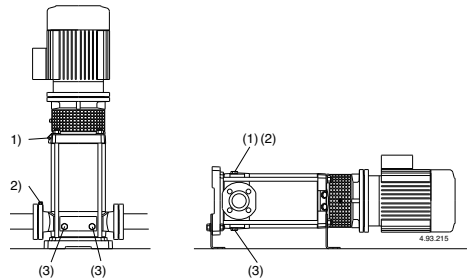

Fig. 3 (1) Llenado y purga
Con la **bomba por encima del nivel de agua** a elevar, (funcionamiento en aspiración, (Fig. 2A), o con una carga insuficiente, (inferior a 1 m) para abrir la válvula de retención, llenar el tubo de aspiración y la bomba a través del orificio (1) (fig. 3).
(2) Purga aspiración
(3) vaciado
Con el **nivel de agua en aspiración por encima de la bomba**, (funcionamiento bajo carga, fig. 2B), llenar la bomba abriendo lentamente y completamente la compuerta del tubo de llegada teniendo la compuerta de la impulsión abierta y también los agujeros de purga (1), (2) (fig. 3) para hacer salir el aire.
Cerrar los agujeros de purga (1), (2) (fig. 3), para MXV-B, MXV(L) 25-32-40 und MXV(L)4 25-32-40 Atornillar los
Si se verifica una pérdida del cebado, (interrupción en el flujo de impulsión, estando las compuertas abiertas), o si se nota una oscilación de la presión indicada en el manómetro, repetir el purgado del lado aspiración (2) verificar que todas las juntas del tubo de aspiración estén perfectamente herméticas y cerrar el tornillo de cebado (2), y los tornillos de vaciado (3) en el lado de aspiración (fig. 3).
Posiblemente, como el caso de empleos temporales con líquidos sucios, hacer funcionar brevemente la bomba con agua limpia para remover los depósitos. O bien, después del vaciado proseguir con un lavado metiendo agua (al menos 40 litros) en el agujero de llenado (1) lado impulsión y dejándola salir por el agujero de vaciado (3) lado aspiración (fig.3).
Sacar ambos tornillos (14.12), (pos. 3, fig.3).
Antes del desmontaje cerrar la compuerta de aspiración, y la de impulsión, y vaciar el cuerpo de la bomba (fig. 3).